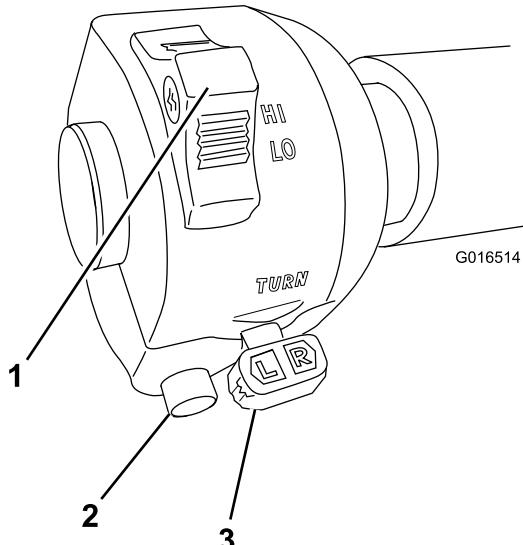

Figure 21
- L'interrupteur des indicateurs de direction commande les clignotants droit et gauche. Il fonctionne uniquement lorsque le contact est établi (Figure 21).
- Le commutateur des phares et feux de croisement commande les phares uniquement lorsque le contact est établi (Figure 21).